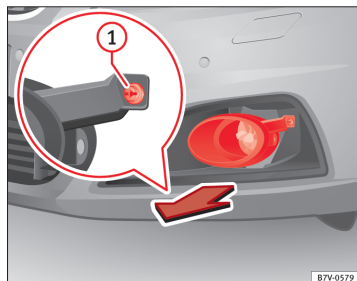
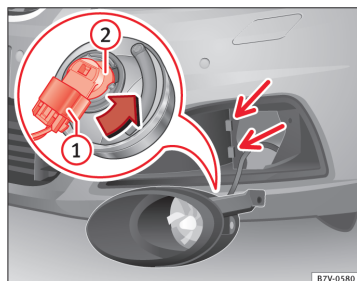

Fig. 209 I stødfangeren foran til højre: afmontering af forlygte
Fig. 210 Udskiftning af pære i forlygte
2. Træk afdækningen fremad i pilens retning ⇒ Fig. 209.
3. Skru skruen ① ud med skruetrækkeren fra bilens værktøj ⇒ Side 324.
4. Klap forlygten en smule fremad, og træk den ud af holderne i siden ⇒ Fig. 210 (små pile).
5. Løsn tilslutningsstikket ①, og træk det af.
6. Drej pæreholderen ② helt til venstre i pilens retning, og træk den bagud og ud sammen med pæren.
9. Sæt tilslutningsstikket ① på pæreholderen ②. Du skal kunne høre, at tilslutningsstikket går i hak.
10. Sæt forlygten ind i holderne ⇒ Fig. 210 (små pile), og klap den bagud.
11. Skru skruen ⇒ Fig. 209 ① fast med skruetrækkeren.
12. Sæt afdækningen i stødfangeren ⇒ Fig. 209.